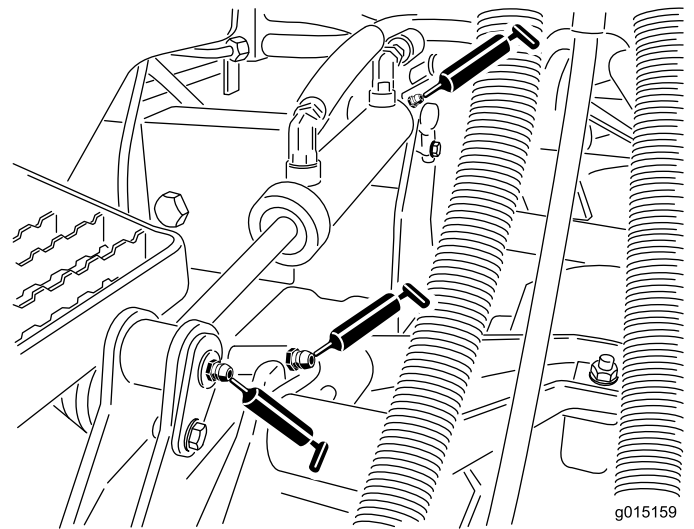

Figura 50
- Casquillos de los brazos de elevación (1 por unidad de corte) (Figura 50)
- Casquillos de los cilindros de elevación (2 por unidad de corte) (Figura 50)